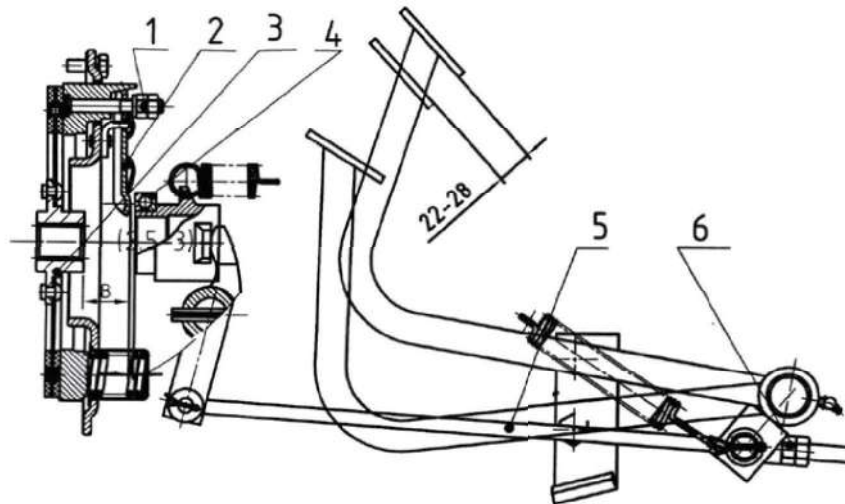

Рис.4. Механизм сцепления.
- Схема сцепления показана на рис. 4. Оно преимущественно состоит из трех частей: ведущая часть, ведомая часть и контролируемая часть. Ведущая часть всегда вращается вместе с двигателем. Ведомая часть может вращаться, только когда сцепление активно.